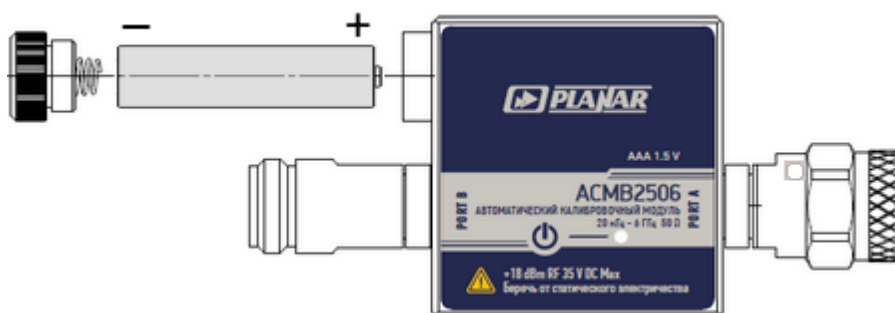

Рисунок 40 – Замена элемента питания
- вставьте новую батарейку, соблюдая правильную полярность (см. рисунок 40);